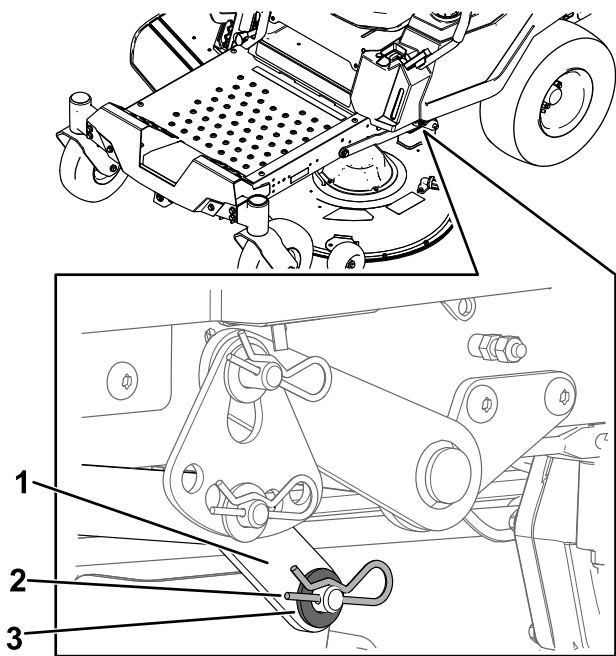

Figure 74
6. D'un côté de la machine, retirez la rondelle et la goupille fendue de l'axe du tablier (Figure 74).
- Déposez le bras de levage de l'axe du tablier (Figure 74).
- D'un côté de la machine, soulevez l'arrière du tablier de coupe et installez le bras de levage sur l'axe du tablier (Figure 74).
- Installez le bras de levage avec la rondelle et la goupille fendue (Figure 74).